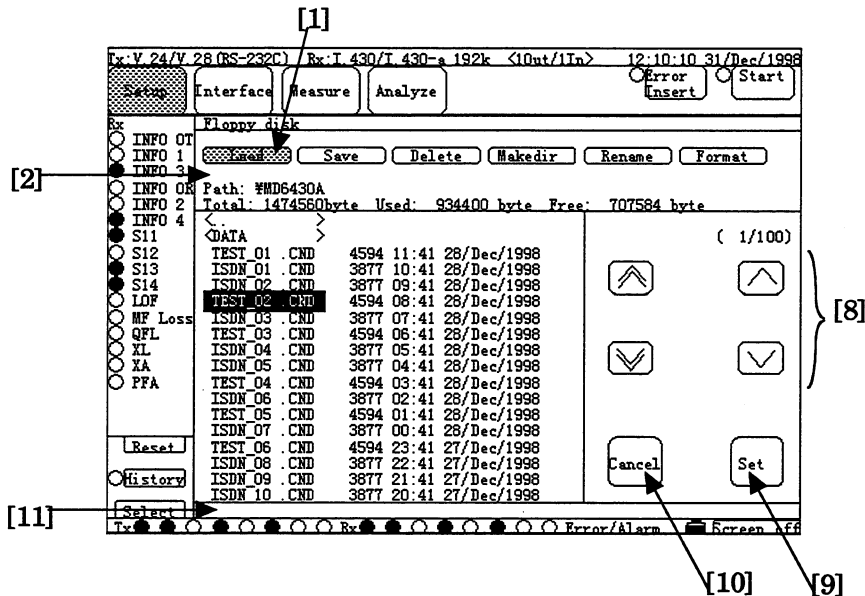
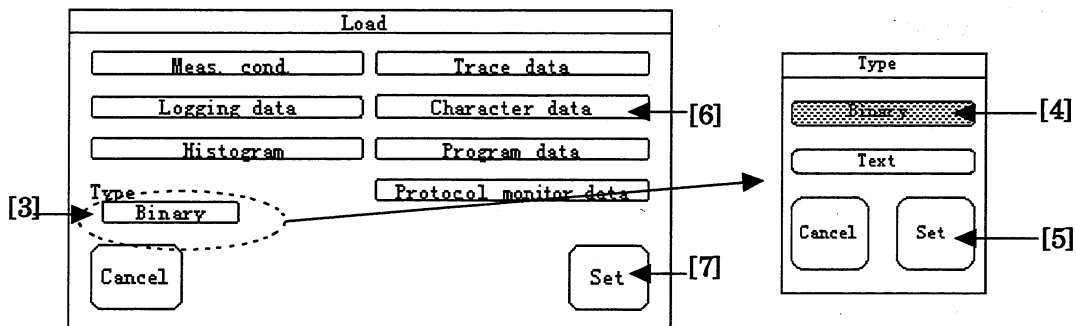

図 6.4-4 Setup:Floppy disk 画面
図 6.4-5 FD 読み込み選択画面と Type 選択ウインドウ
2. Setup:Floppy disk 画面に切り替えます。"Load"ボタン(図 6.4-4,[1])を押します。
3. 機能表示部(図 6.4-4,[2])に"Load"と表示され、FD 読み込み選択ウインドウが開きます。"Type"項目の"Binary/Text"ボタン(図 6.4-5,[3])を押し、Type 選択ウインドウを開きます。データの形式は、**Binary** 形式で読み込むので、"Binary"ボタン(図 6.4-5,[4])を選択し、"Set"ボタン(図 6.4-5,[5])を押します。
4. FD 読み込み選択ウインドウに戻ります。キャラクタデータを読み込むので、"Character data"ボタン(図 6.4-5,[6])を押し、"Set"ボタン(図 6.4-5,[7])を押します。
5. キャラクタパターンデータで **Binary** 形式のファイル（拡張子が **CHR**）がソートされ、画面に一覧表示されます。カーソルボタン(図 6.4-4,[8])を操作して目的のファイルを選択し、"Set"ボタン(図 6.4-4,[9])を押します。
- 機能表示部(図 6.4-4,[2])に"Load"と表示され、ファイルが一覧表示されている状態の画面では、カーソルボタン(図 6.4-4,[8]), "Set"ボタン(図 6.4-4,[9]), "Cancel"ボタン(図 6.4-4,[10])以外のボタンを操作することはできません。"Cancel"ボタン[10]を押してから他の操作を行ってください。
6. メッセージ表示部(図 6.4-4,[11])に「Now executing...」の表示が消え、FD からキャラクタパターンデータが本器の Measure:Error/Alarm 画面の Character に読み込みが完了します。